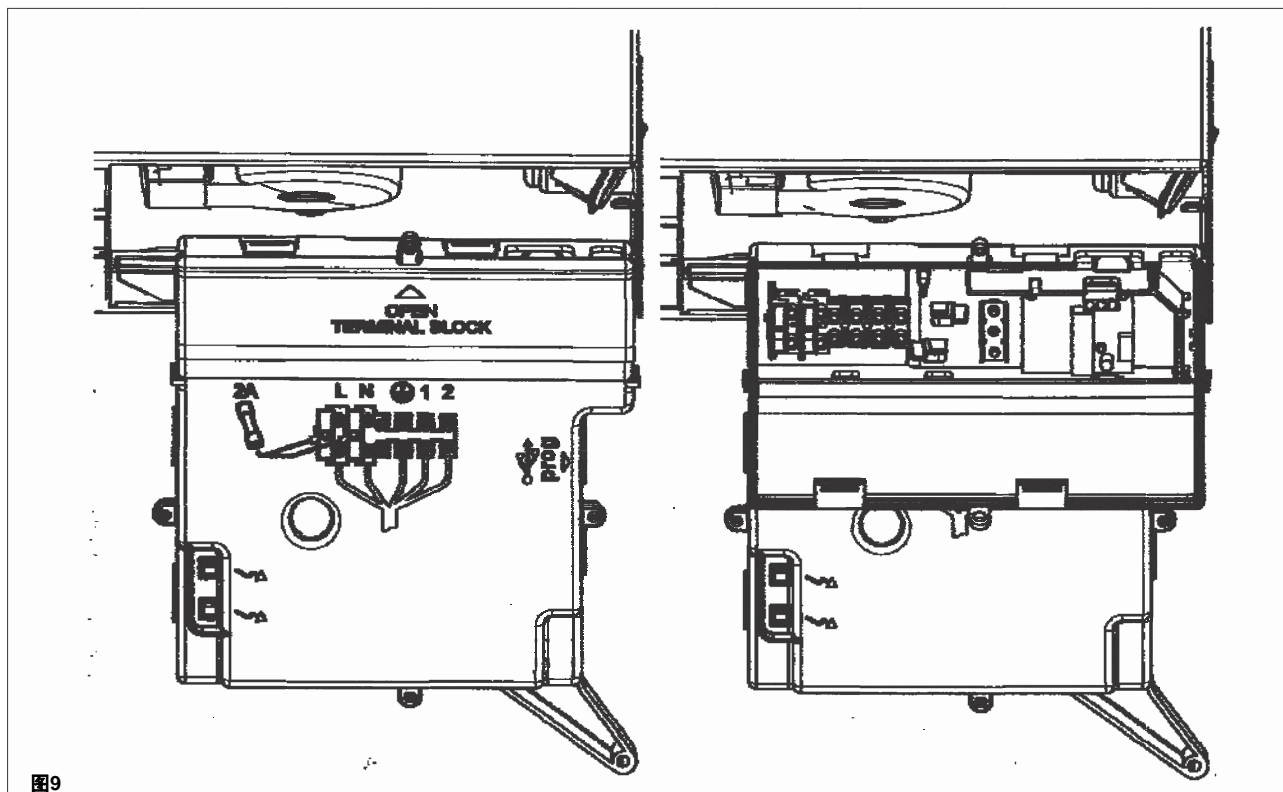

图9
- 打开外盖，露出接线区域（图9）。
- 如前节所述，打开电源端子排(图9)；